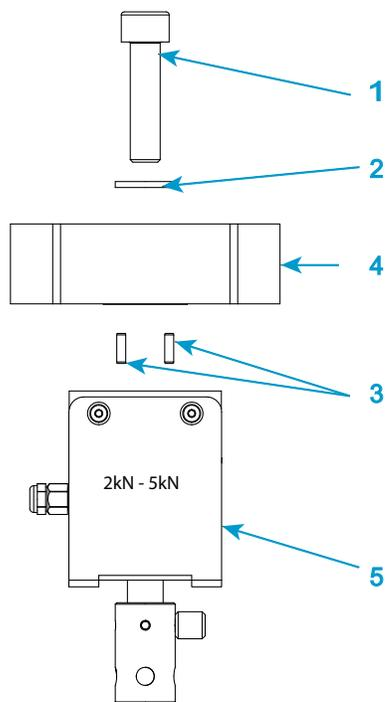

图 16. 安装 2519 系列载荷传感器（容量 1 kN 至 5 kN）
图标 图 16
1. 请参阅第 74 页图 16 及其相关说明。